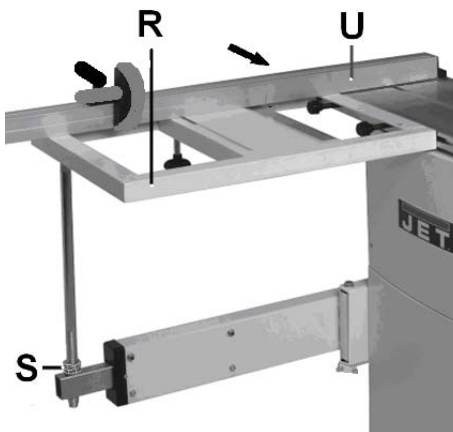
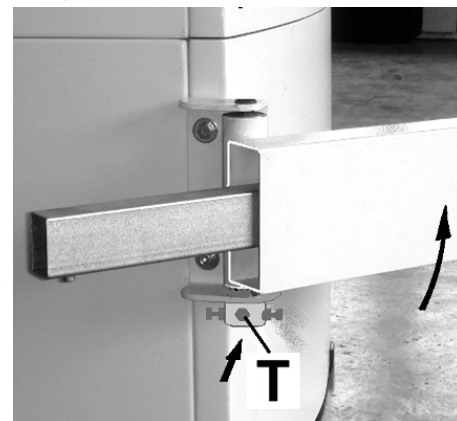

Рис. 12
Рис. 13
- Стол каретки устанавливается на телескопической штанге (R, рисунок 12).
- Телескопическая штанга регулируется на заводе. Каретка перемещается к телескопической штанге под прямым углом (как показано на рис. 12).
- Установите шкалу поперечного упора при помощи гаек (S) на уровне рабочего стола станка.
- Используйте поперечный упор (U) в качестве поверочной линейки.
- Переместите каретку вперед. В случае понижения высоты стола необходимо закрепить левый болт (Т, рис. 13).
- Не устанавливайте поперечный упор (рис. 12, U) во время работы станка.
- Регулировка упора на 90° (R, рис. 12) производится на заводе. Для перестановки центр вращения необходимо переместить в Т-образном пазе торцовочного упора. Проверьте правильность установки на пробной заготовке.